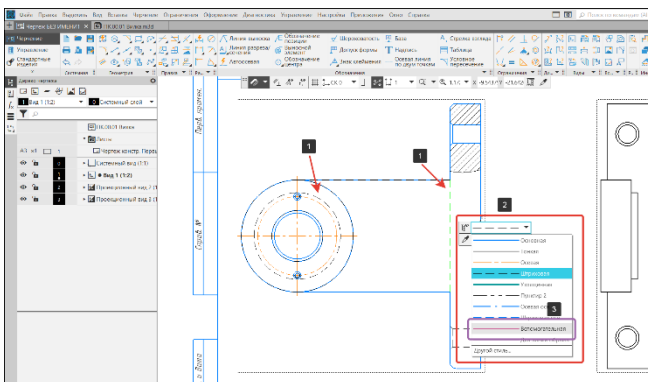

Рисунок 225 – Вспомогательная линия
После того, как мы отобразили на главном виде невидимые линии (1) (Рисунок 225), часть линий не участвует в построении автоосевой, поэтому изменим для них тип линии на вспомогательную. Данная линия видна на графическом поле чертежа, но на печать она не выводится.
- Подсветим невидимые линии (1) (Рисунок 225), не участвующие в построении, левой кнопкой мышки (линия станет зеленого цвета);
- В диалоговом окне (2) в строке с типами линий, выберем тип Вспомогательная (3) (Рисунок 225). После изменения типа линии отрезки станут розового цвета;